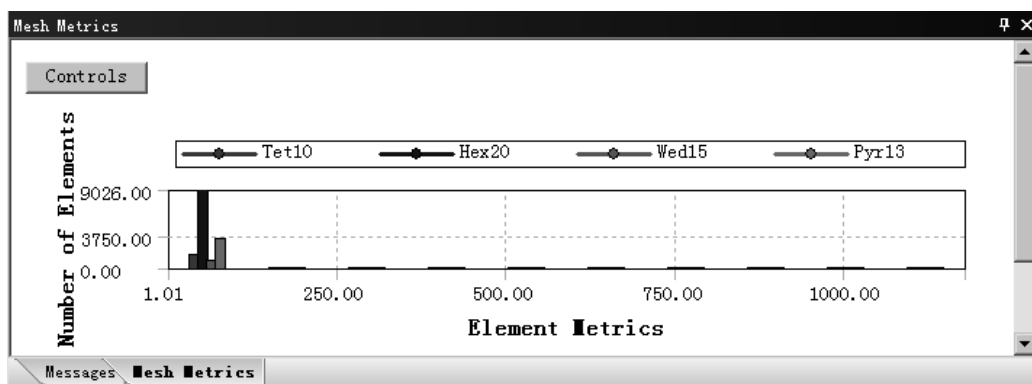

图 4.5.8 检查结果统计图表（二）
- ◆ **Aspect Ratio**（纵横比）。选择此选项后，此时在信息栏中打开图 4.5.8 所示的检查结果统计图表。